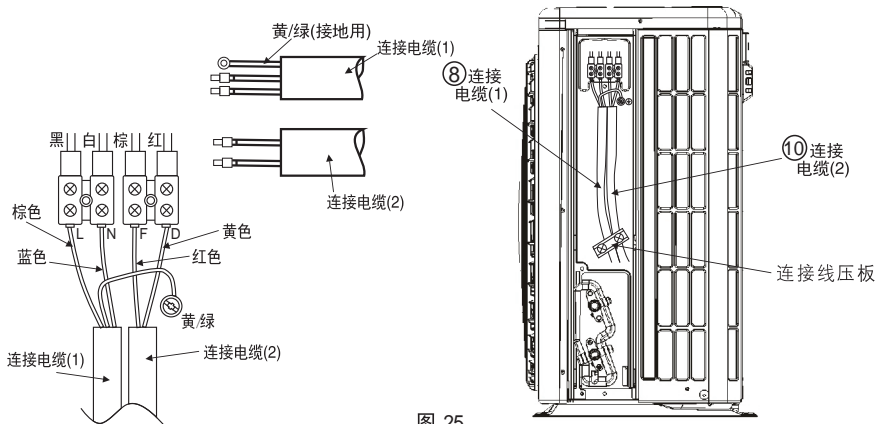
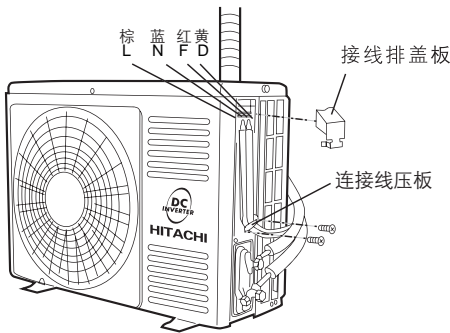

图 25
图23
- (1) 将接线排盖板取下。
- (2) 将连接电缆分别按图23正确地牢固连接 ( 紧固力矩为8~15kgf·cm )。
- (3) 必须将黄/绿线接至带有“⊕”标志处的接地螺钉上。
- (4) 用连接线压板将连接电缆用螺钉紧固。
- (5) 完成接线后将接线排盖板重新安装凸台卡口位置。
- (6) 将边盖重新安装。
②室外机组连接电缆连接法 (RAC-50AVX)
- (1) 把连接电缆按电气接线图所示正确地牢固连接。( 紧固力矩为8~15kgf·cm )。
- (2) 用连接线压板将连接电缆压住后，用螺钉紧固，按图25安装。